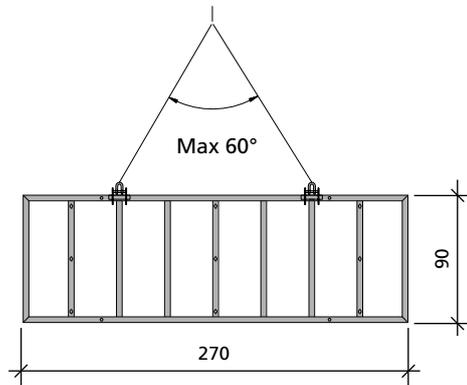

Abb. 57.1 AluStar/StarTec
Bei liegend eingesetzten Elementen muss der Kranhaken über einer Querstrebe angeschlagen werden, um ein Verutschen zu verhindern (Abb. 57.1 und 57.2).
**Abb. 57.1 und 57.2**